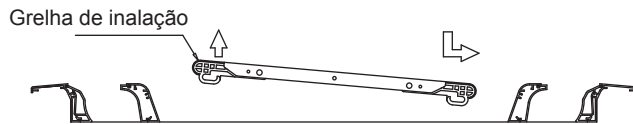

Fig. 5-9
- 1) Levante (sem direção) um lado da grelha de inalação na vertical e encaixe o outro lado, e então deslize seguindo a direção da seta. Consulte a Fig. 5-9.